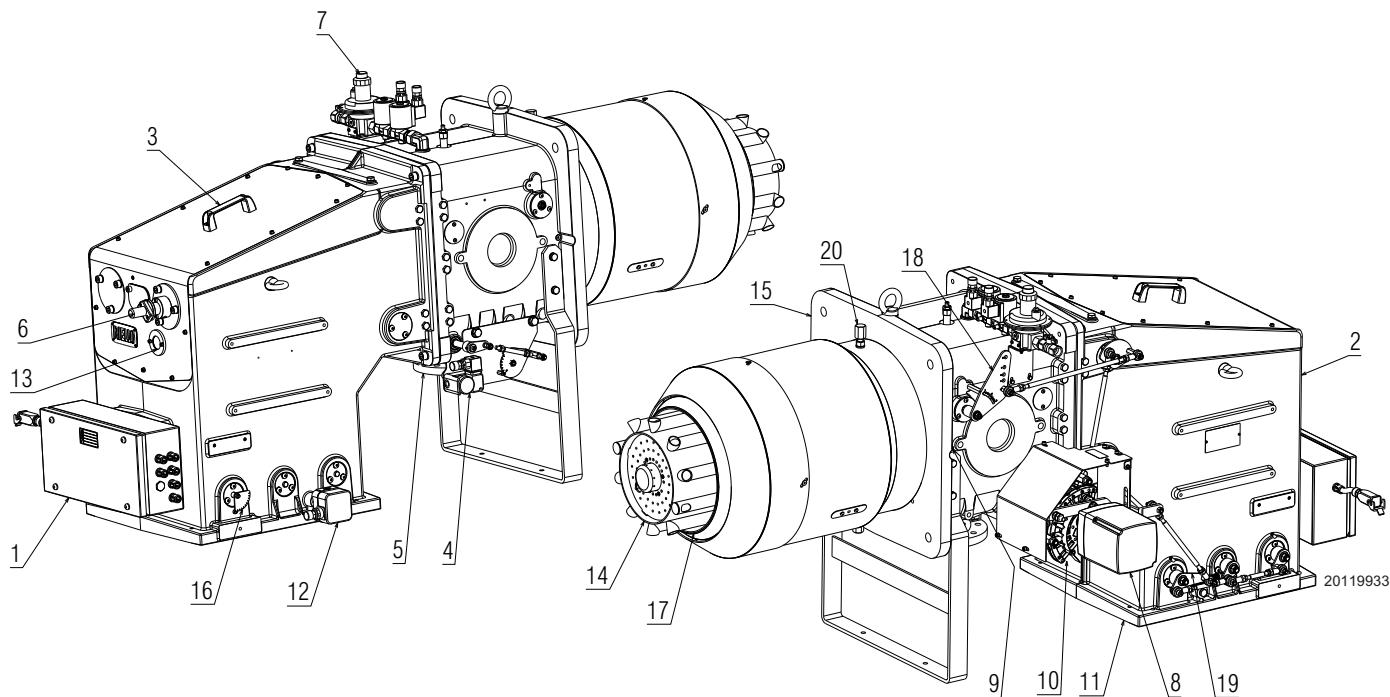

图 8
(1) 参考条件 : 环境温度 20°C - 燃气温度 15°C - 大气压力 1013 mbar - 海拔 0 m a.s.l.
(2) 测试点 (图 8) 处的燃气压力 , 此时炉膛压力为 0 并且燃烧器处于最大出力运行状态。